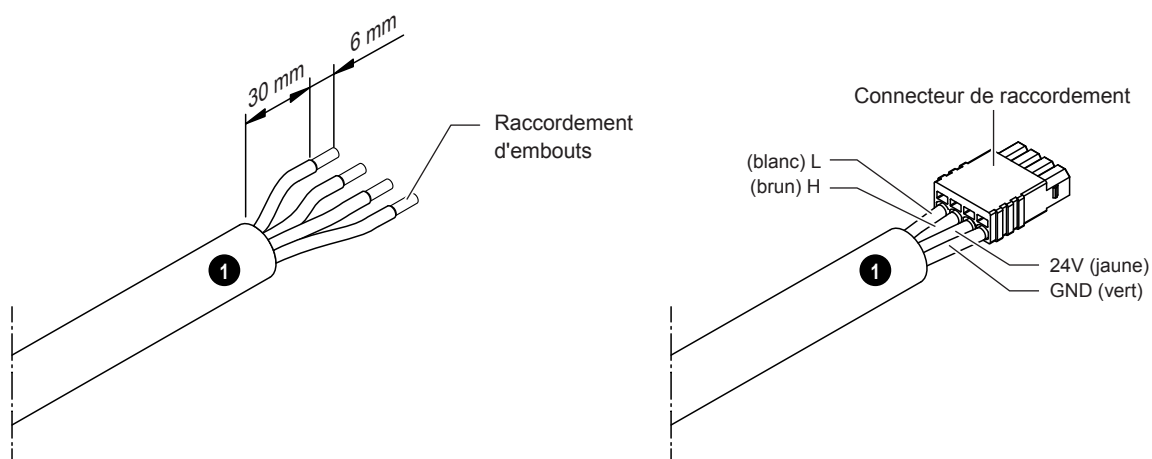
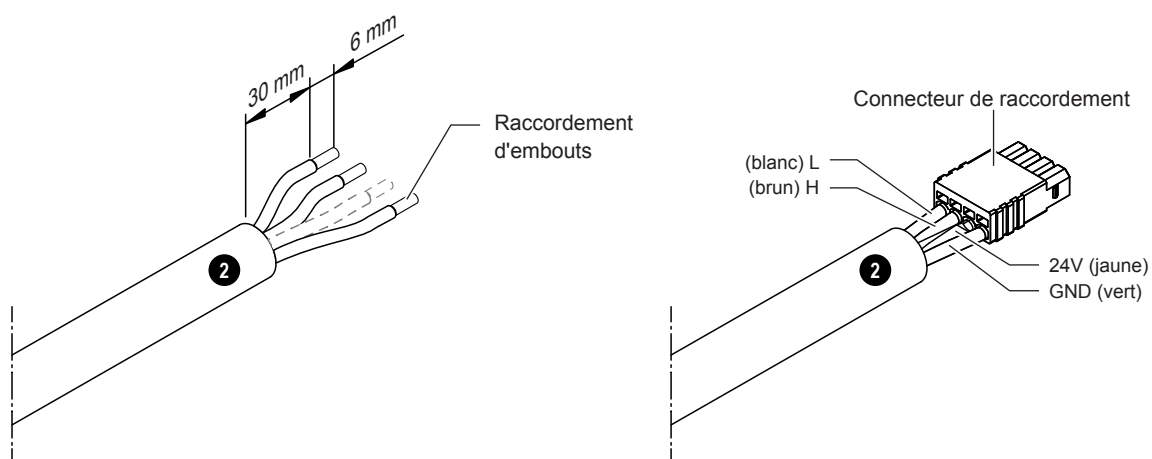

Fig. 26: Apprêtez le câble CAN BUS pour la connexion de l'écran SPA
Fig. 27: Apprêtez le câble CAN BUS pour la connexion du Condair Delta SPA Control Box au Condair Omega
3. Coupez le (des) câble(s) CAN BUS. Apprêtez la ou les extrémités du câble conformément à Fig. 26 (raccordement de l'écran SPA) ou à Fig. 27 (câble de connexion du Condair Delta SPA Control Box au Condair Omega) pour la connexion des prises et connectez le ou les prises au(x) câble(s) CAN BUS.